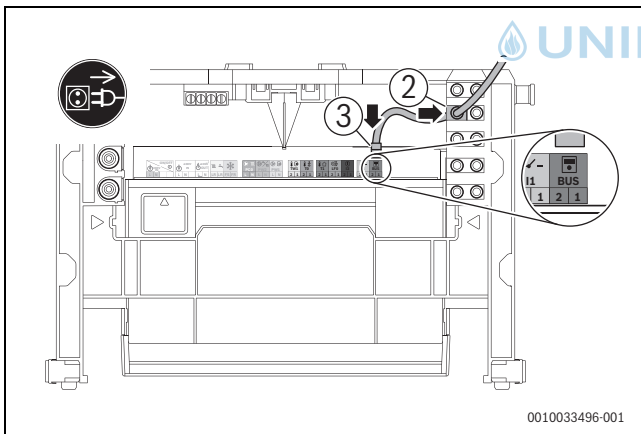

Bild 122 Zubehör CS 36 an BUS anschließen
- ▶ Zugentlastung des BUS-Kabels einsetzen (→ Bild 122, [2]).
- ▶ BUS-Kabel am BUS-Steckplatz der Klemmleiste anschließen (→ Bild 122, [3]).